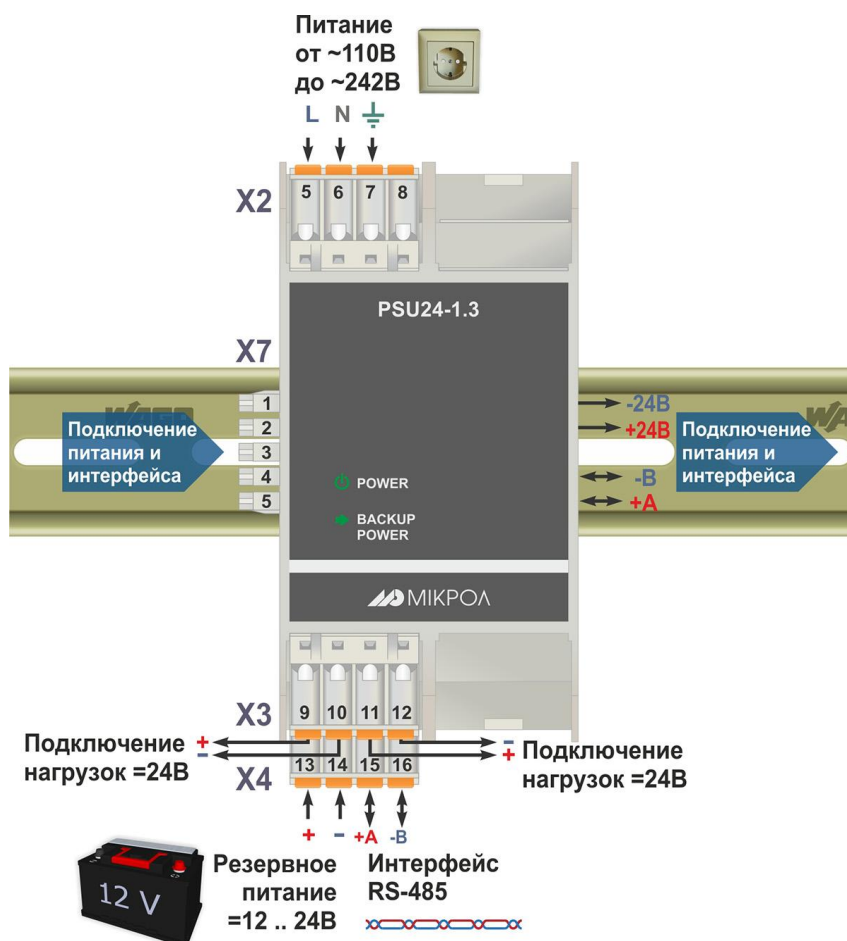

Рисунок 4.4 – Схема зовнішніх з'єднань PSU24-1.3
- основний канал - до контактів 1 (-) та 2 (+) на задній шині блока живлення (див. рис. 4.4, "-24 В, +24 В"),